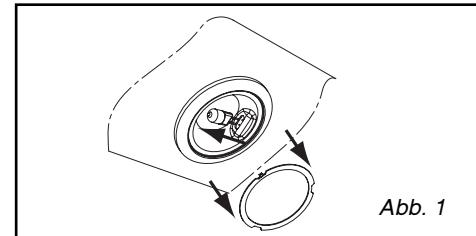

Abb. 1
- Auf den Griff der Filterkassette drücken (Abb. 1).
- Die Leuchtblende entfernen (Abb. 1).